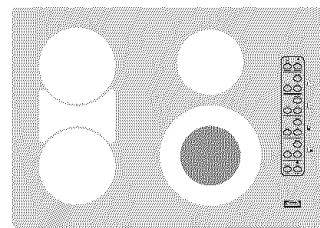
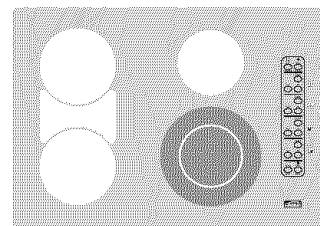
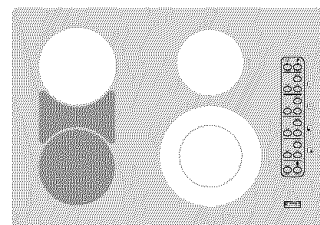
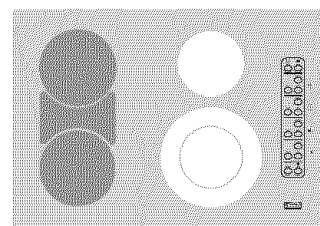

Figura 1
Figura 2
Figura 3
Figura 4
La cubierta de vidrio cerámico tiene elementos radiantes superiores situados debajo de la superficie de vidrio. El diseño de la cubierta de vidrio cerámico delinea el contorno del elemento superior que está debajo. **Asegúrese** de que el diámetro del utensilio coincida con el diámetro del elemento en la cubierta (Ver Figura 1).
La cubierta está equipada con un elemento superior radiante doble situado en la posición delantera derecha (ver figura 1 y 2).
2. Toque el botón táctil **POWER ON/OFF** (ver figura 3, página 24) por 2 segundos, una señal sonora se escuchará y un “-“ aparecerá en el indicador. Toque el botón táctil **ON/OFF** (ver figura 2, página 24) del elemento anterior izquierdo y el “0” aparecerá en el indicador. Toque el botón **BOTH ELEMENTS** (ver figura 1, página 24) para conectar el elemento de puente, y luego toque los botones **▲** o **▼** para ajustar la temperatura deseada. Puede desconectar el elemento de puente a cualquier momento de la cocción con sólo tocar el botón **BOTH ELEMENTS**. Para reajustar la temperatura a “0”, toque **▲** o **▼** al mismo tiempo. Una señal sonora se escuchará a cada toque de los botones.
La plancha de cocina posee un elemento de puente que puede ser utilizado al mismo tiempo que el elemento anterior izquierdo, lo que permite obtener una cocción a la plancha utilizando utensilios rectangulares u ovals. Cuando encienda el elemento de puente, un control único mantiene la misma temperatura en ambos elementos. Ver figura 3. Para una cocción más larga, encienda el elemento posterior izquierdo. Ver figura 4. Como éste último puede ser controlado independientemente, Ud podría ajustar el elemento posterior a la misma temperatura que la del puente, o más aún, a una temperatura más baja y crear así una área de cocción para mantener comida tibia.
2. Toque el botón táctil **POWER ON/OFF** (ver figura 3, página 24) por 2 segundos, una señal sonora se escuchará y un “-“ aparecerá en el indicador. Toque el botón táctil **ON/OFF** (ver figura 2, página 24) del elemento anterior izquierdo y el “0” aparecerá en el indicador. Toque
el botón  (ver figura 1, página 24) para conectar el elemento de puente, y luego toque los botones  o  para ajustar la temperatura deseada. Puede desconectar el elemento de puente a cualquier momento de la cocción con sólo tocar el botón .